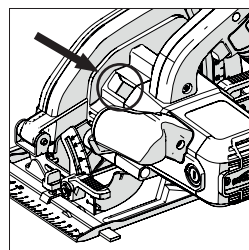

Fig. 3
- Localizzare il pulsante di blocco mandrino. Bloccare il mandrino della sega mettendo in funzione detto pulsante di blocco. (**Fig. 3**)